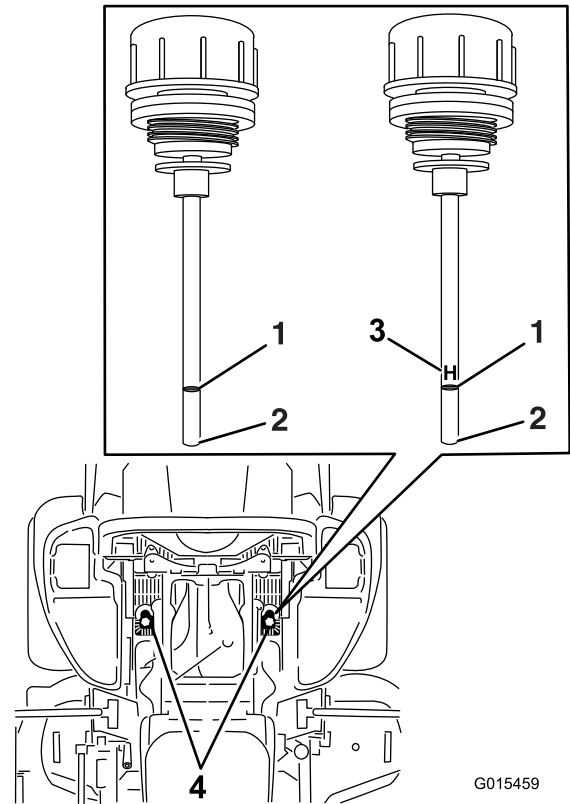

Bild 81
6. Reinigen Sie den Bereich um die Ölpeilstabe der Hydraulikanlagenbehälter (Bild 81).
7. Nehmen Sie einen Ölpeilstab aus dem Hydraulikbehälter heraus (Bild 81).
9. Ziehen Sie den Ölpeilstab heraus und schauen Sie das Ende an (Bild 81). Wenn der Ölstand an der Auffüllen-Marke liegt, gießen Sie langsam so viel Öl in den Hydraulikbehälter, um den Ölstand auf die Voll-Marke oder die **H**-Linie anzuheben.